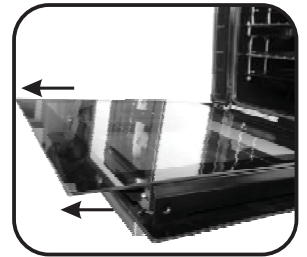

Рис. 5
- Обережно витягніть скло з рами дверцят (Рис. 5).